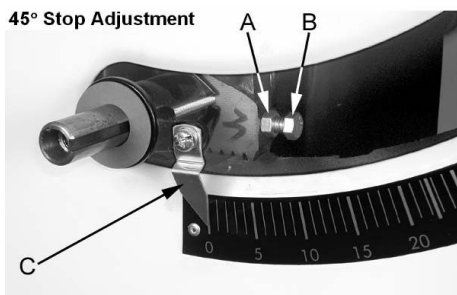

рис. 20
8. Если пильный диск не под углом 45 градусов к столу, удалите маховик подъёма понижения пильного диска. Ослабьте контргайку (А см. рис. 20) и поверните стопорный винт регулировки (В, рис. 20) на передней цапфе во, внутрь или наружу. Регулировочный винт следует прекратить вращать на переднем кронштейне цапфы, когда пильный диск находится под углом 45 ° к столу.
9. Проверьте правильность указателя (С, рис. 20) на угол масштаба и скорректируйте, если это необходимо.